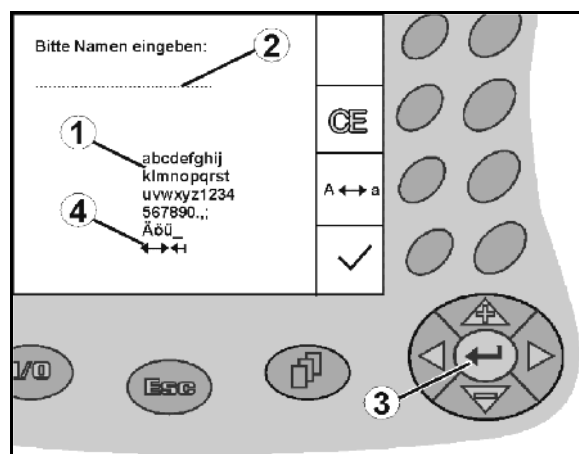

Fig. 12
Si la entrada de texto o cifras en el AMATRON⁺ es necesaria, aparece el menú de introducción (Fig. 12).
En la parte inferior de la pantalla aparece un campo de selección (Fig. 12/1) con letras, cifras y flechas, con el que se forma la línea de introducción (Fig. 12/2) (texto o cifras).
Selección de letras o cifras en el campo de selección (Fig. 12/3).
-  Aceptar la selección (Fig. 12/3).
Las flechas  en el campo de selección (Fig. 12/4) permite un movimiento en la línea del texto.
La flecha  en el campo de selección (Fig. 12/4) elimina la última entrada.